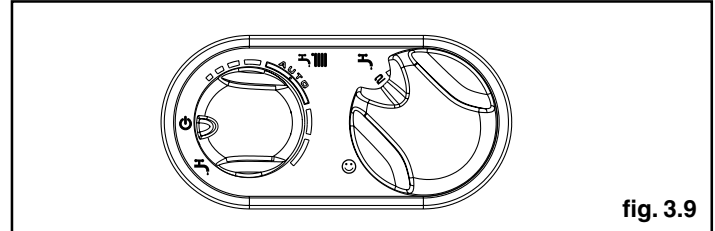

fig. 3.9
Para restablecer el funcionamiento de la caldera coloque el selector de función en  (fig. 3.9), esperar 5-6 segundos, y volverlo a colocar luego en la posición deseada: verano o invierno.
- Intermitente rápido (una frecuencia de 0,1 seg. encendido 0,1 seg. apagado duración de 0,5 seg.) entrada/salida función S.A.R.A. (Sistema Automático Regulación Ambiental) - Fig. 3.9.a.